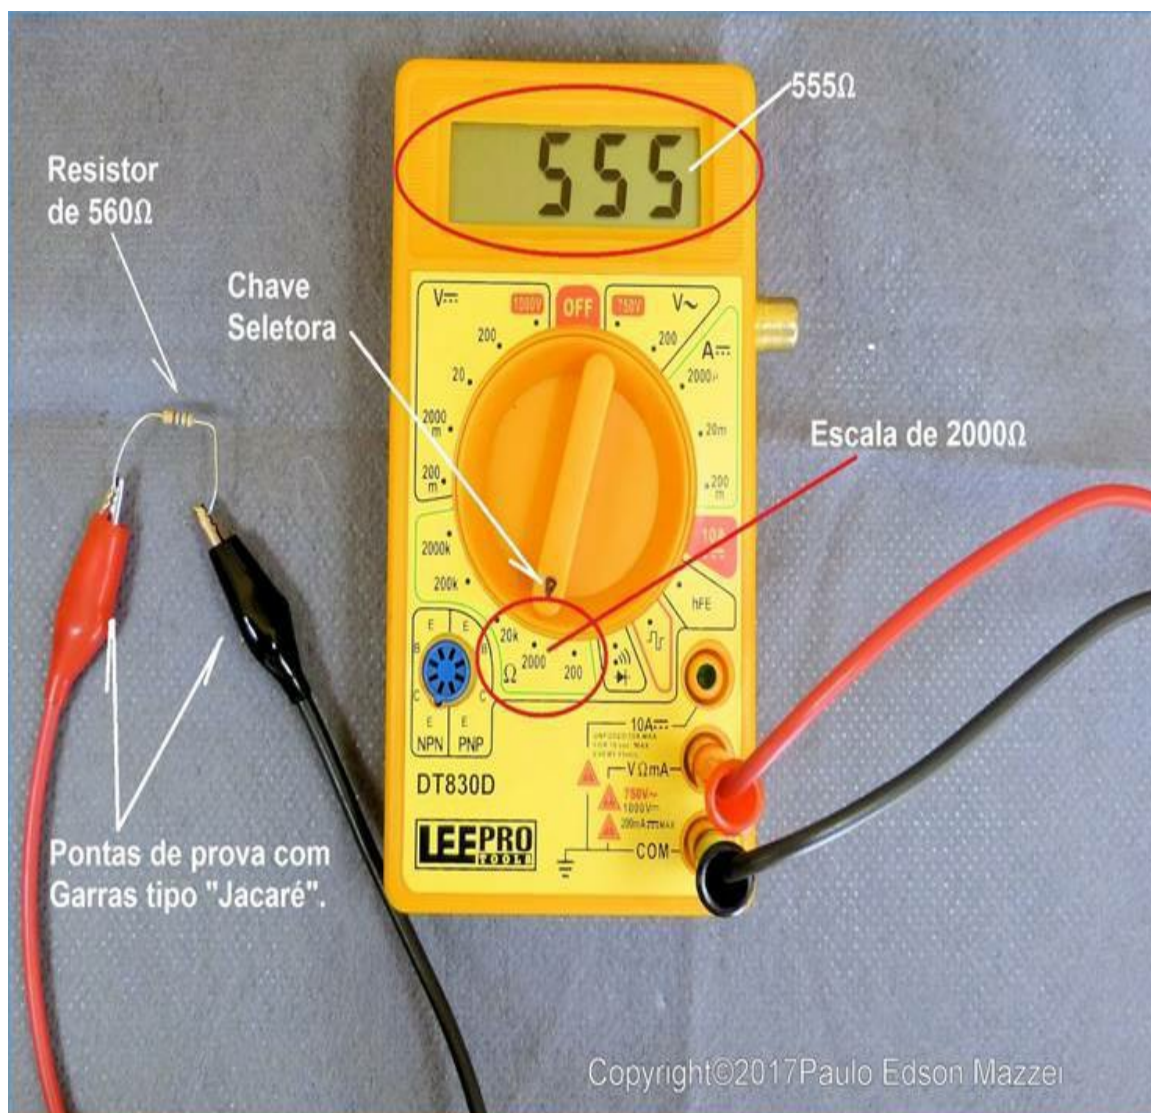

Figura 24 - Medindo o valor do resistor de 560Ω . Leitura no multímetro deu 555Ω.
5. Você deve obter uma leitura muito próxima do valor do resistor, que é de **560Ω**. Veja esta medida na **figura 24**.